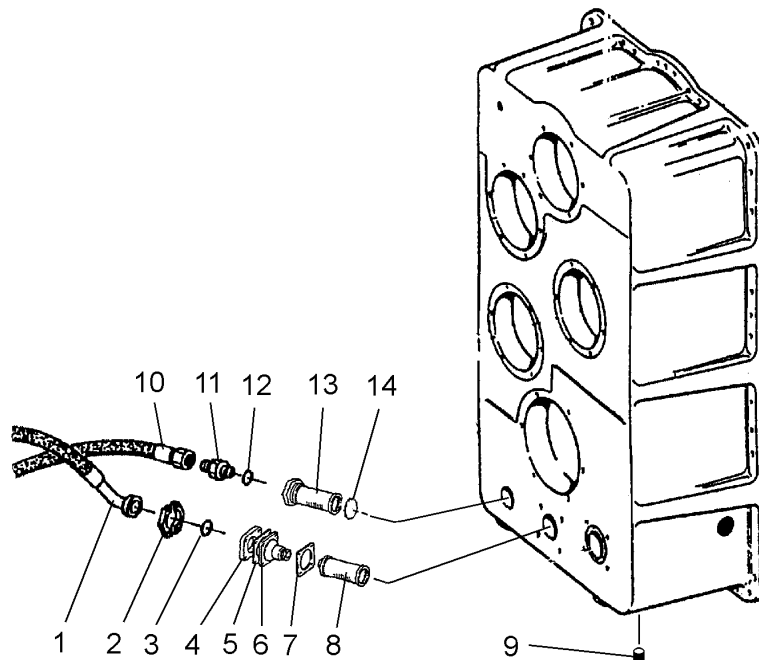

Рис. 5.51. Фильтры всасывающие, сетчатые коробки передач
2. Выкрутить пробку сливного отверстия коробки передач (9, Рис.5.51.).